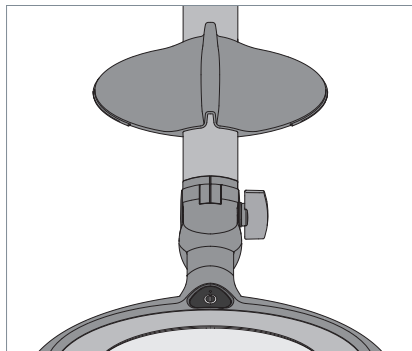

Fig. 4: Posare la copertura della lente.
- ▶ Bloccare la copertura della lente sull'asta dell'apparecchio di illuminazione, vedi Fig. 4.